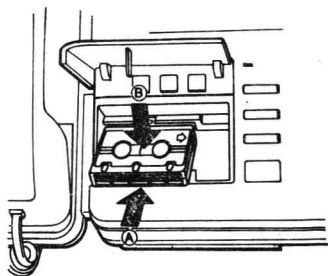

图 1-12
2. 按图 1-12 所示放入微型录音磁带。图中 A 为滑进、B 为下压;